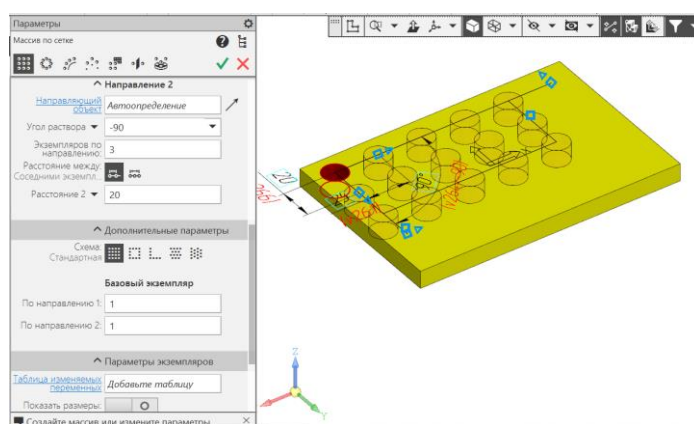

Рис. 10 Команда «Массив по сетке»
**Твердотельное моделирование – Массив, копирование – Массив по сетке (рис. 10).**